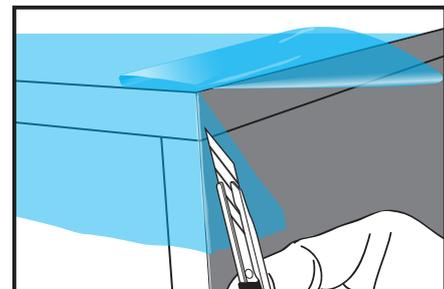

Abbildung 09
- › Schneiden Sie die überstehende Folie bis auf einen Saum von 1 mm bis 2 mm ab (Abb. 09) und verkleben Sie diese auf der angrenzenden Kante.